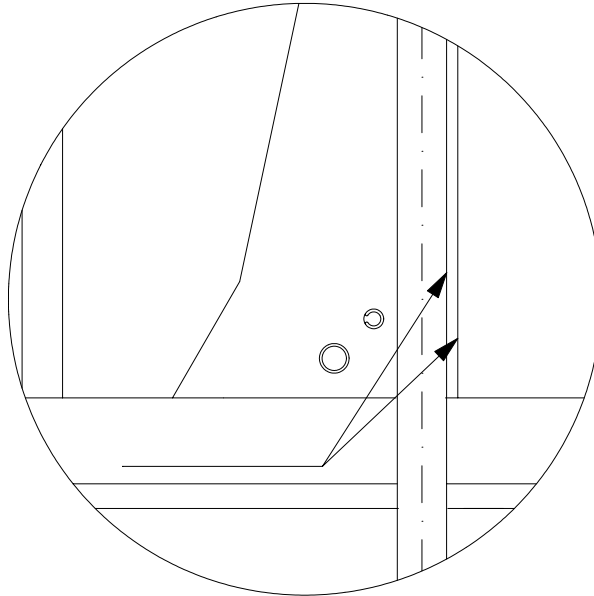

Figura 3.3 : Comprobación paralelismo
- 7 . Confirmar el paralelismo entre las mordazas de la caja y la guía (ver figura 3.3).